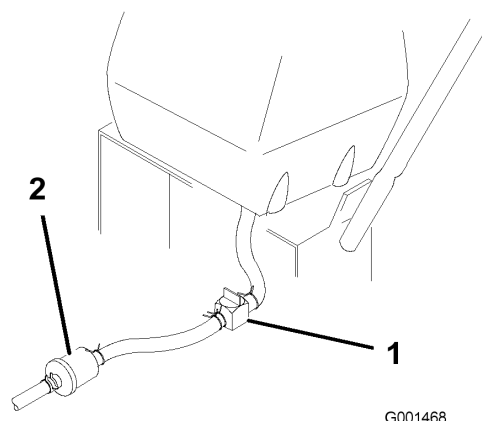

Figure 27
2. Fermez le robinet d'arrivée de carburant sur le réservoir (Figure 27).
3. Pincez les extrémités du collier de fixation et poussez le collier en haut de la conduite d'alimentation, à l'opposé du filtre à carburant (Figure 27).
4. Débranchez la conduite d'alimentation du filtre à carburant (Figure 27). Ouvrez le robinet d'arrivée de carburant et laissez l'essence s'écouler dans un bidon ou un bac de vidange.
3. Fermez le robinet d'arrivée de carburant sur le réservoir (Figure 27).
7. Ouvrez le robinet d'arrivée d'essence sur le réservoir (Figure 27).